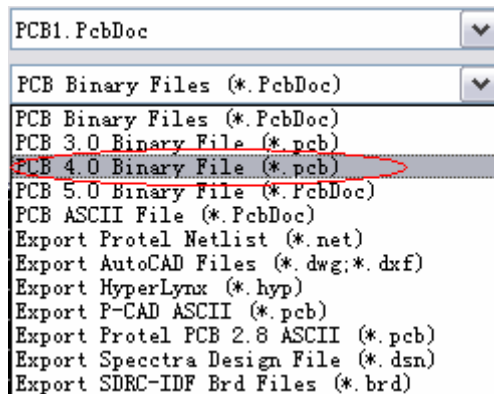

图 19 设计保存为 protel 可以打开的格式
3. 在 PCB 界面下，使用“save as...”功能，把文件保存成 version 4.0 格式，该格式文档能在 99se 软件中打开。如图 19。